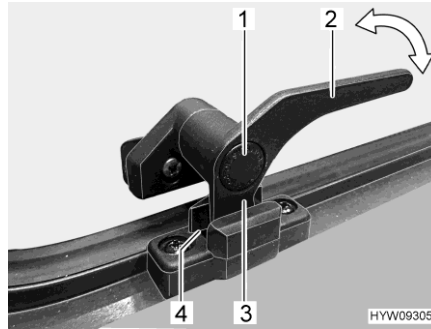

Bild 63 Verriegelungshebel (Stellung "Dauerbelüftung")
- in Stellung "Dauerbelüftung" (Bild 63)
- Sicherungsknopf (Bild 63,1) drücken und gedrückt halten.
- Den Verriegelungshebel (Bild 63,3) eine viertel Umdrehung zur Fenstermitte hin drehen.
- Den Verriegelungshebel wieder zurückdrehen. Die Verriegelungsnase (Bild 63,3) am Verriegelungshebel dabei in die Aussparung der Fensterverriegelung (Bild 63,4) einfahren.
- Sicherungsknopf (Bild 63,1) loslassen.